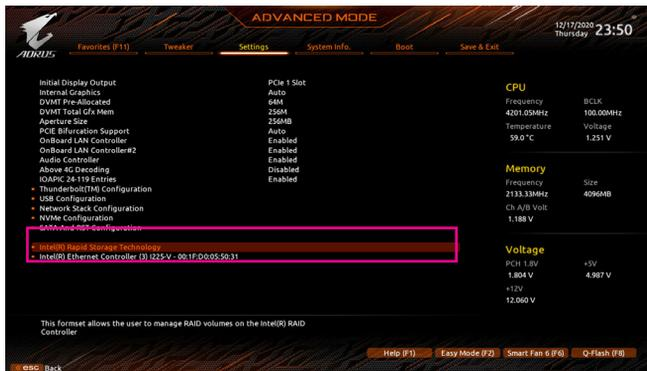

图2
重新开机后，请进入BIOS程序设定画面，再进入「Settings\IO Ports\Intel(R) Rapid Storage Technology」子选单(图2)。